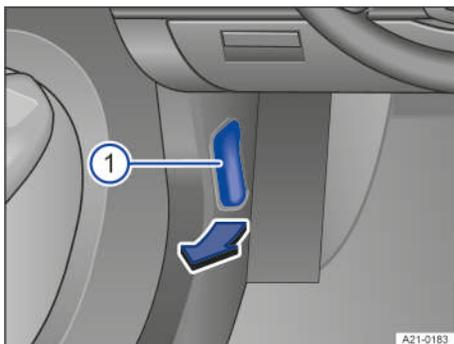

Fig. 170 En la zona reposapiés izquierda: palanca de desbloqueo del capó delantero (representación esquemática).
1. Antes de abrir el capó delantero, asegúrese de que los brazos del limpiacristales se encuentren sobre el parabrisas → ①.
2. Abra la puerta del conductor y tire de la palanca de desbloqueo en el sentido de la flecha → fig. 170 ①.